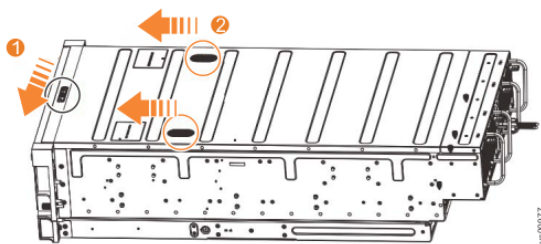

Рисунок 52. Освобождение крышки корпуса расширения 5U
1. Сдвиньте запирающую защелку (1) в направлении, показанном на Рисунок 52 на стр. 56.
2. Сдвиньте крышку к передней стороне корпуса расширения (2 на Рисунок 52 на стр. 56).